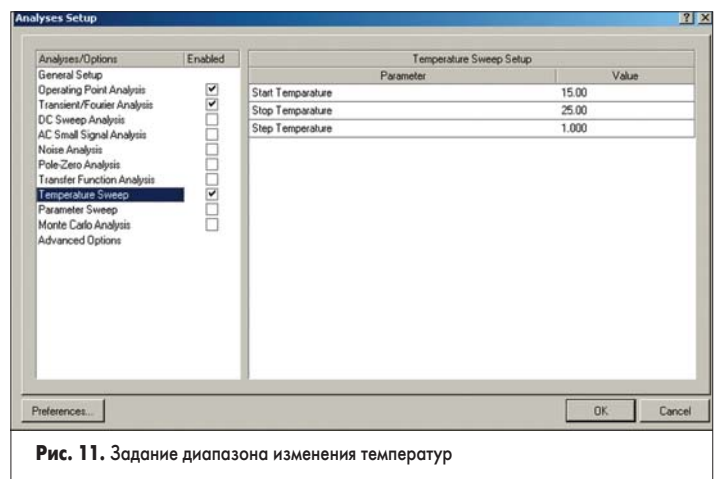

Рис. 11. Задание диапазона изменения температур
5. Щелкнем левой кнопкой мыши на строке Temperature Sweep в списке Analyses/Options слева. В правой части окна появятся настройки этого вида анализа (рис. 11).